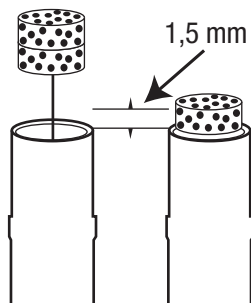

Abbildung 3
- Waschen und trocknen Sie Ihre Hände, ziehen Sie Handschuhe über und platzieren Sie einen neuen Filter im Spitzenkonus (siehe Abb. 3).